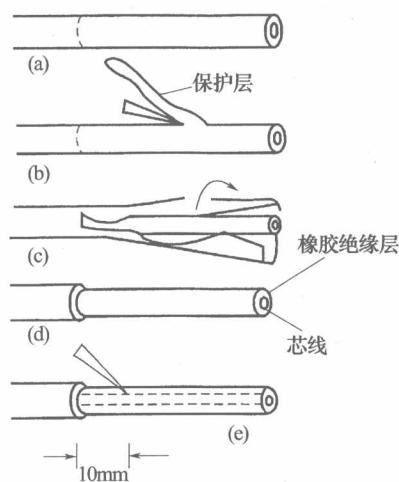

图 1-21 电工刀剥切皮线
② 用电工刀剥切带保护层和绝缘层的皮线如图 1-21 所示: 首先在皮线线头和最外层用电工刀割破一圈, 如图 1-21(a) 所示, 然后用电工刀削去一部分保护层, 如图 1-21(b) 所示, 接着将剩下的保护层剥割下来, 如图 1-21(c) 所示, 这样就露出橡胶绝缘层, 如图 1-21(d) 所示, 最后在距离保护层 10mm 处按塑料硬线的剥切方法剥除橡胶绝缘层, 如图 1-21(e) 所示。